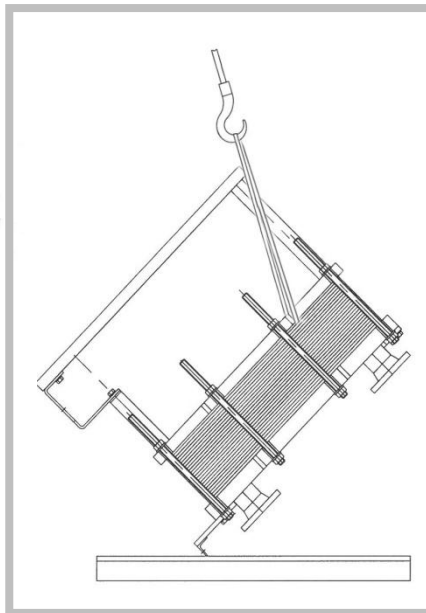

Figure 26
3. Soulevez lentement l'ECP de la palette, au-delà du centre de gravité (Figure 26). Veillez à ce que les élingues soient bien serrées et correctement placées dans les œillets de suspension.